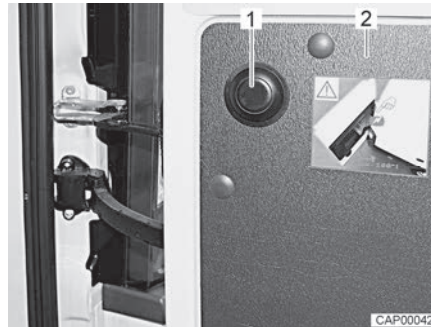

Bild 26 Druckknopf zum Lösen der Begrenzung
- Hecktür (Bild 26,2) bis zum Anschlag öffnen.
- Druckknopf (Bild 26,1) drücken, Hecktür festhalten und vorsichtig weiter öffnen.